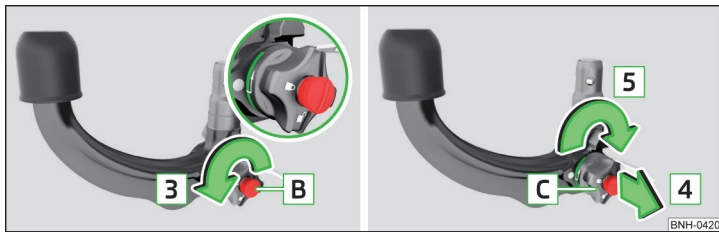

Abb. 212 Bereitschaftsstellung einstellen
- Den Schlüssel **B** in Pfeilrichtung **3** bis zum Anschlag drehen, sodass der Pfeil am Schlüssel zum Symbol » Abb. 212 zeigt.